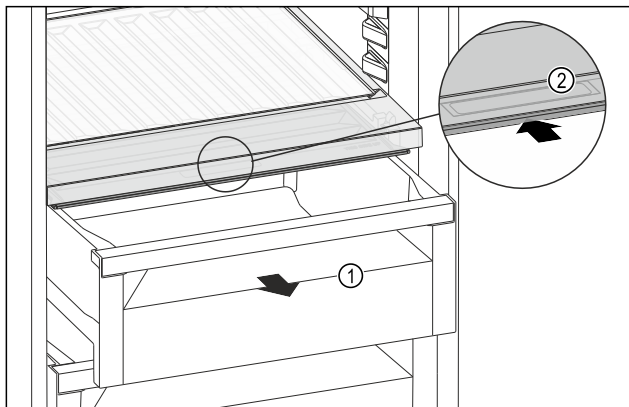

Fig. 204
- Retirer le tiroir Fig. 204 (1).
- Saisir la poignée encastrée Fig. 204 (2) du couvercle du compartiment et pousser le couvercle du compartiment vers l'arrière.